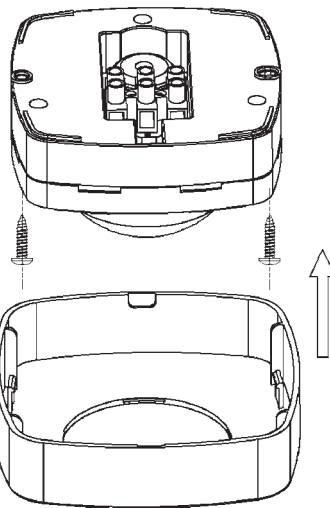

Fig. 1
- Fixați senzorul pe suprafața de montare folosind elemente de fixare adecvate prin orificiile prevăzute. (Fig.1).
- Fixați capacul superior la senzor (Fig.1)